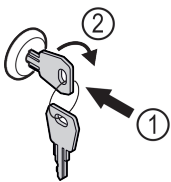

Fig. 161 Примерное изображение
- ▶ Вставьте ключ Fig. 161 (1).
- ▶ Поверните ключ на 90° по часовой стрелке Fig. 161 (2).